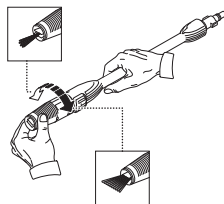

Fig. 11
4. Gire la boquilla de chorro variable (19) para ajustarla al patrón deseado. Utilice el patrón tipo abanico para limpiar entarimados de madera, vehículos, etc. Comience siempre a limpiar utilizando el patrón de chorro tipo abanico y manteniendo la lanza a una distancia mínima de 30 de la superficie en cuestión para evitar dañarla. Utilice el patrón de chorro concentrado para obtener la máxima eficacia de limpieza (Fig. 11).